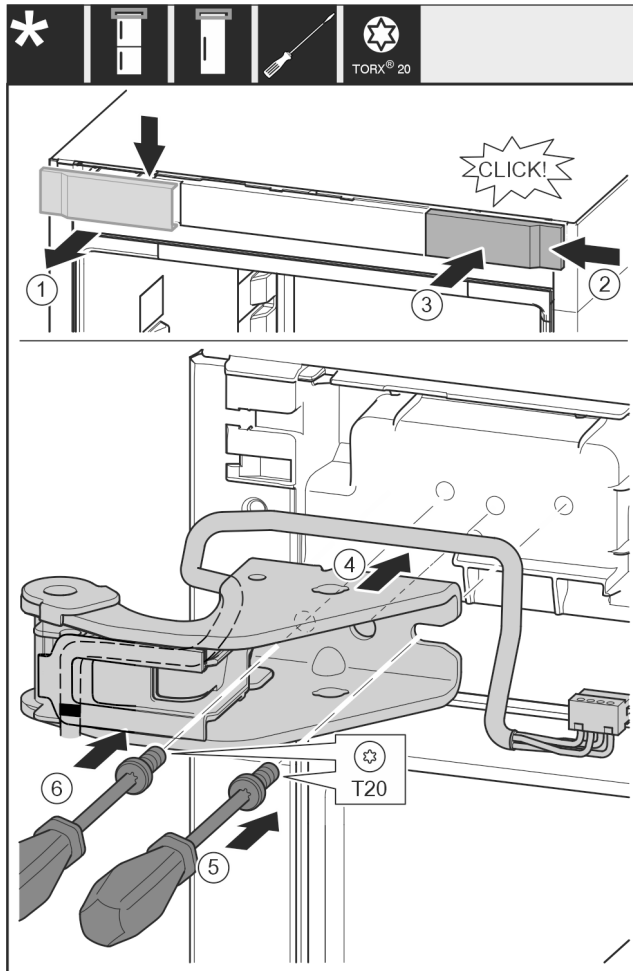

Fig. 34
- ▶ Abdeckung Fig. 34 (1) von oben nach vorne abnehmen.
- ▶ Abdeckung Fig. 34 (2) um 180° gedreht auf der anderen Seite von rechts einhängen.
- ▶ Abdeckung Fig. 34 (3) einrasten.
- ▶ Oberen Lagerbock Fig. 34 (4) ansetzen.
- ▶ Schraube Fig. 34 (5) mit Schraubendreher ansetzen und festdrehen.
- ▶ Schraube Fig. 34 (6) mit Schraubendreher ansetzen und festdrehen.